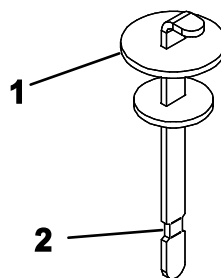

**図 61**
3. 油圧オイルタンクの注油口周辺をきれいに拭き、キャップ 図 61 を外す。給油口からキャップを取る。